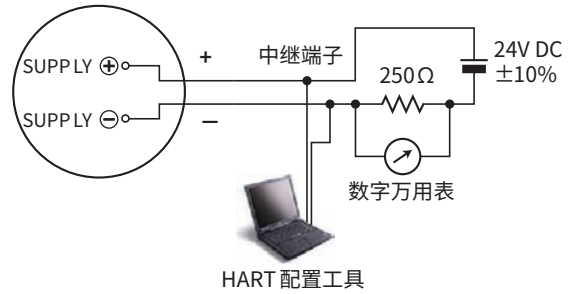

图7.1 连接方法
1. 如图7.1所示连接仪表, 并预热三分钟以上。
4. 当负载电阻为250Ω时, 数字万用表显示5V。当使用已知负载电阻(RΩ)时, 确保R(Ω) × 0.02 (A)。检查输出值是否在额定值(±0.016 mA)内。